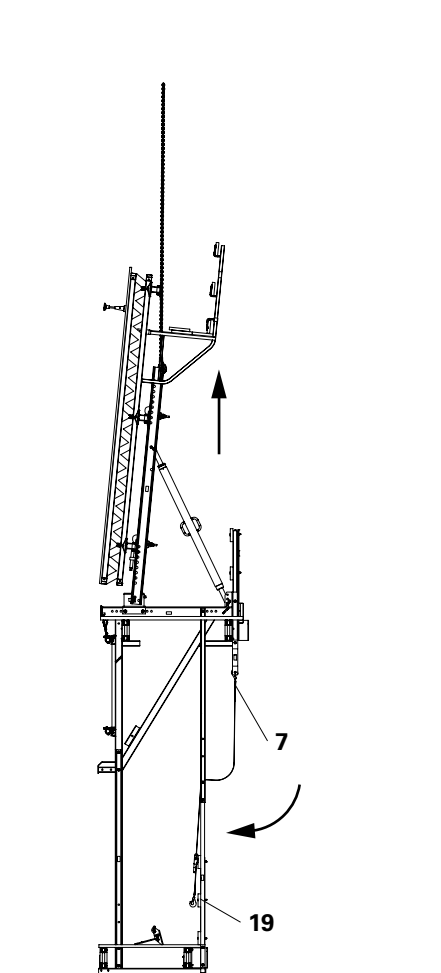

Fig. B1.27
8. Protezioni anticaduta: tavole parapetto (19) con bullone a testa tonda DIN 603 M8 x 70 MU per le piattaforme perimetrali, v. C1 Protezioni anticaduta. (Fig. B1.27)